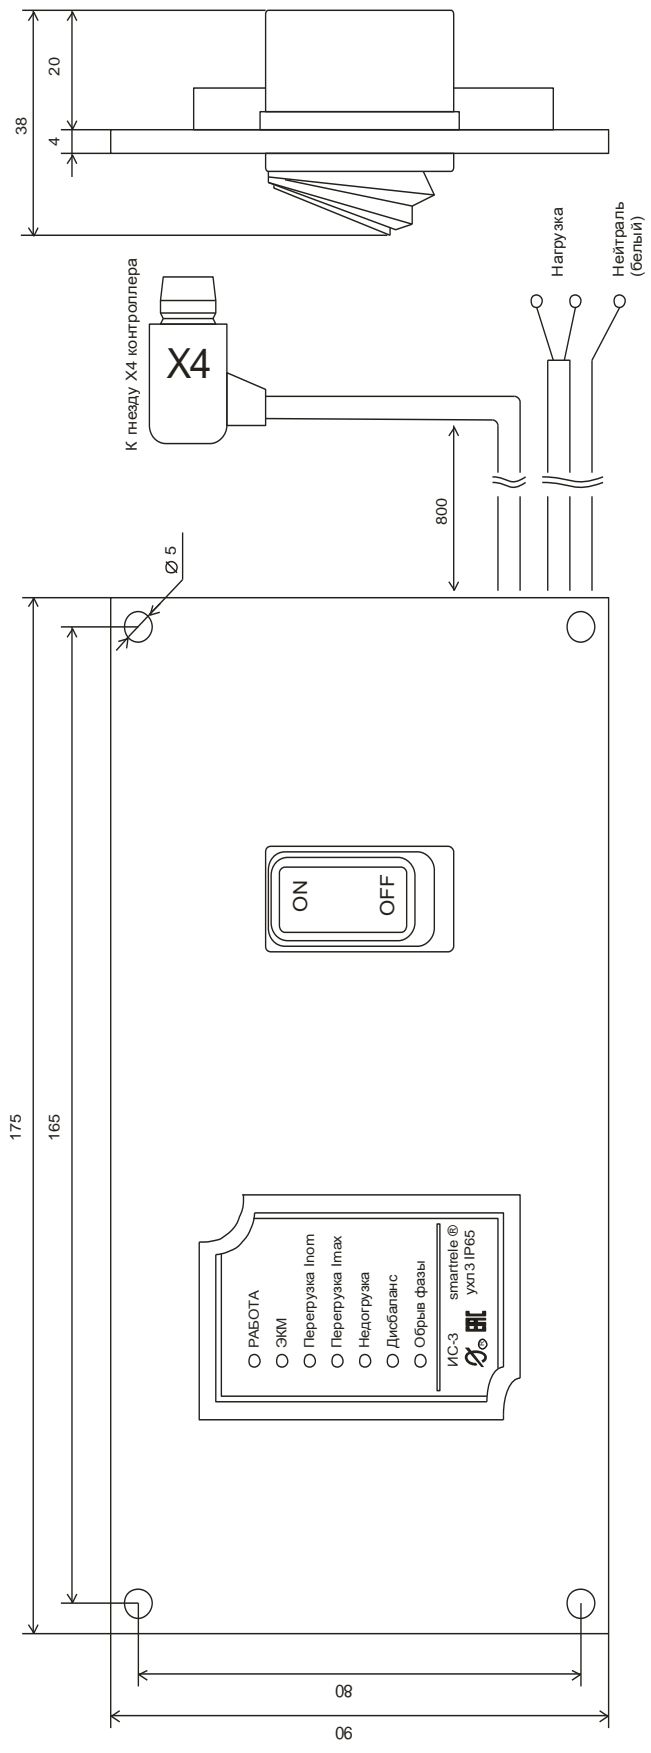

Рисунок 3 – Внешний вид и схема подключения индикатора сигнального ИС3
2.5 Модуль ИС3 (Индикатор сигнальный ИС3) (рис.3) представляет собой панель, с расположенными на ней светодиодными индикаторами и тумблером для включения оборудования. Модуль обеспечивает индикацию режима работы электроустановки, предназначен для установки на электрический щит (шкаф, место оператора). Модуль соединяется с помощью двухпроводной линии с прибором защиты производства ООО НПП «СибСпецПроект» (совместимость уточнена в техническом паспорте на прибор). Допускается наращивать длину линии до 20 метров с соблюдением полярности подключения.